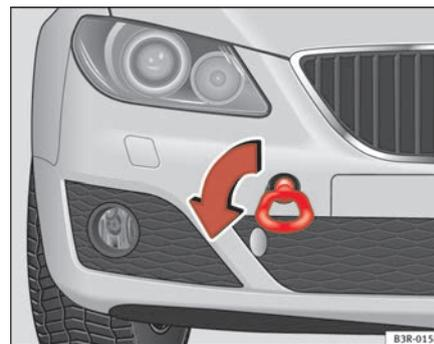

Fig. 226 Vissage de l'œillet de remorquage avant
- Visser l'oeillet jusqu'à la limite vers la *gauche*, dans le sens indiqué par la flèche ⇒ page 291, fig. 226. ■